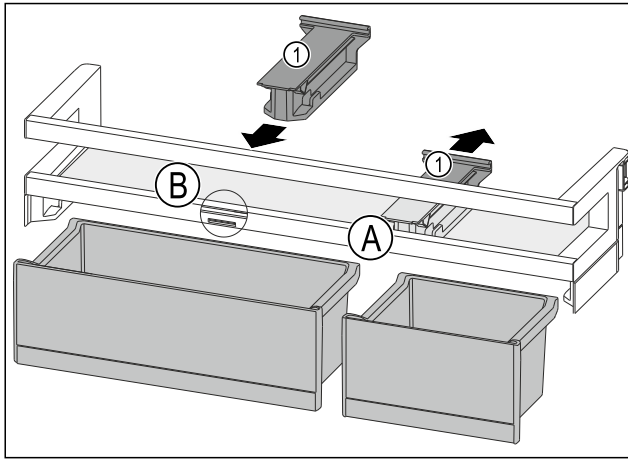

Fig. 168
- ▶ 将定位件 Fig. 168 (1) 向后拉至位置 Fig. 168 (A)。
- ▶ 将定位件 Fig. 168 (1) 插入至位置 Fig. 168 (B)。